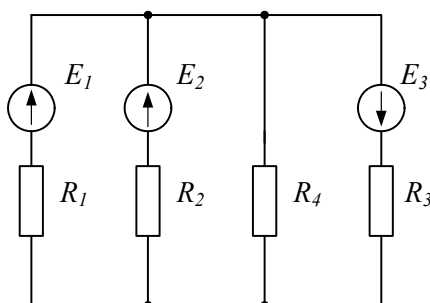

Рисунок 19
*Задача 15.* В цепи (рис.19) ЭДС источников равны  $E_1=160\text{В}$ ,  $E_2=220\text{В}$ ,  $E_3=80\text{В}$ , а сопротивления ветвей соответственно  $R_1=2\text{Ом}$ ,  $R_2=4\text{Ом}$ ,  $R_3=1\text{Ом}$ ,  $R_4=6\text{Ом}$ . Определить токи в ветвях цепи и режим работы каждого из источников. Составить баланс мощностей. Задачу решить методом узлового напряжения.